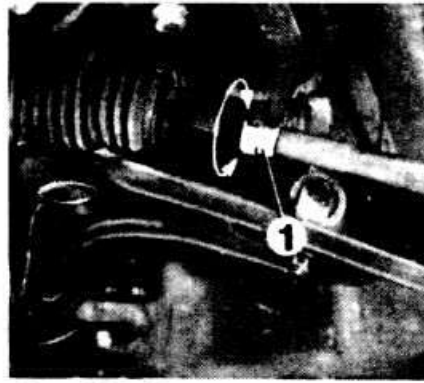

Рис. 10-8. Регулировка схождения передних колес: 1 — контргайка
- Ослабить затяжку контргаек рулевых тяг (рис. 10-8).